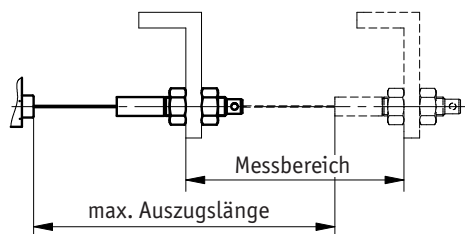

Abb. 2: Prüfung Auszugslänge
- ▶ Das Seil nicht über die angegebene maximale Auszugslänge ausziehen (siehe Abb. 2).
- ▶ Seil senkrecht zum Seilausgang führen (siehe Abb. 2).